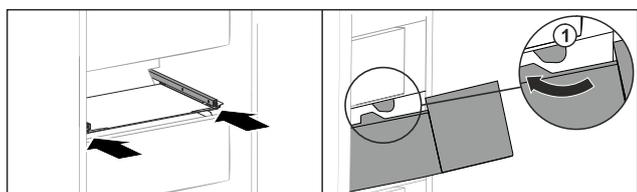

Fig. 95
- ▶ Introduzca el cajón rodeando los topes Fig. 95 (1).